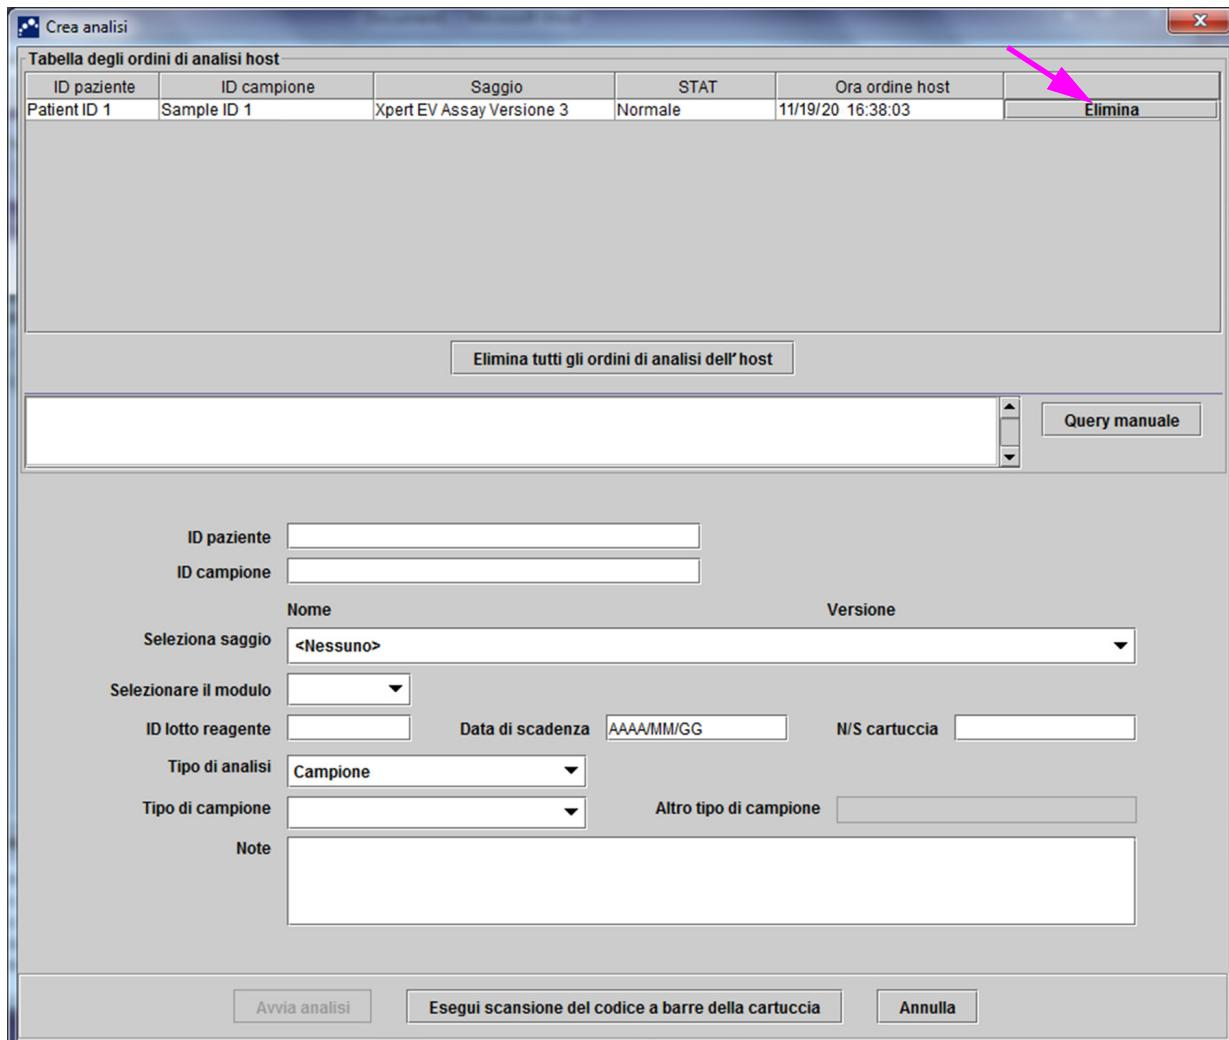

Figura 5-97. Eliminazione di un ordine di test scaricato dall'host
1. Nella scheda **Impostazioni per la comunicazione con l'host** della finestra di dialogo **Configurazione del sistema**, fare clic sulla casella di controllo **Caricamento automatico dei risultati** in modo che i risultati vengano caricati non appena il test è completato. Vedere la Figura 5-97.
1. Nella scheda **Impostazioni per la comunicazione con l'host** della finestra di dialogo Configurazione del sistema, verificare che l'opzione **Caricamento automatico dei risultati** sia disattivata. Vedere la Figura 5-97.